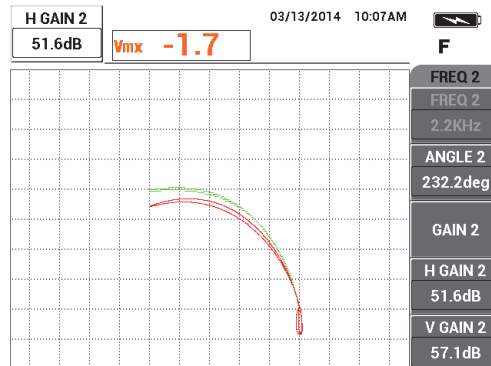

Figura 5-124 Ajuste da amplitude horizontal do sinal da frequência 2
15. Pressione a tecla GAIN (**dB**) duas vezes e, em seguida, diminua a amplitude horizontal do sinal da frequência 2 (vermelho) até se estender por 5 divisões à esquerda do ponto nulo (veja Figura 5-124 na página 218).